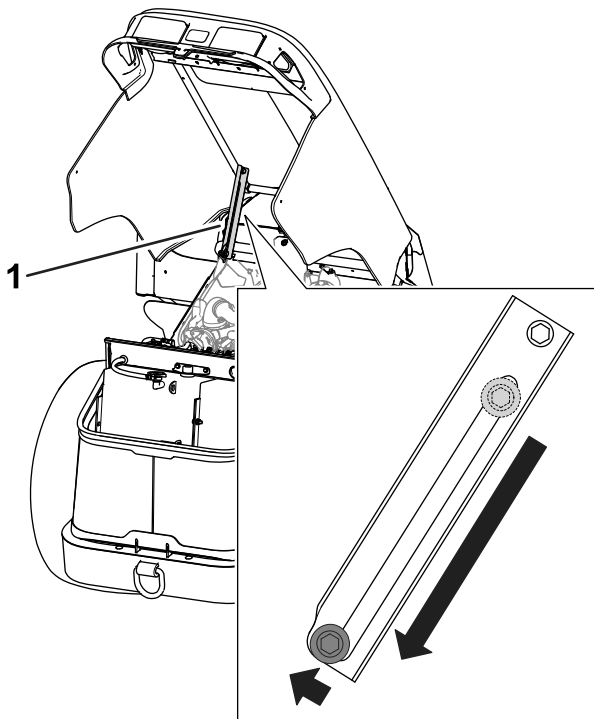

Figure 71
3. Vérifiez que le boulon de la béquille se trouve bien dans le cran de la béquille pour maintenir le capot ouvert (Figure 71).